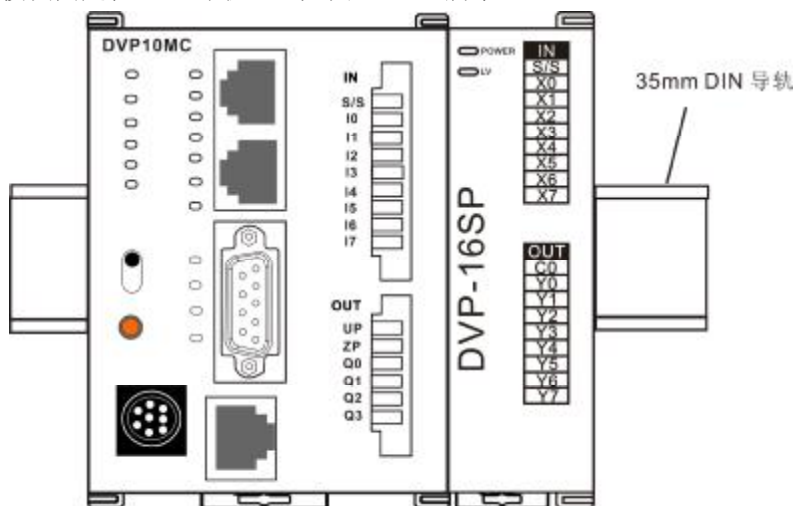

图 3.2.11
- Ø 压入 DVP10MC11T 主机及 DVP16SP11N 模块的 DIN 轨固定扣，将 DVP10MC11T 主机及 DVP16SP11N 模块固定在 DIN 导轨上，如图 3.2.11 所示。